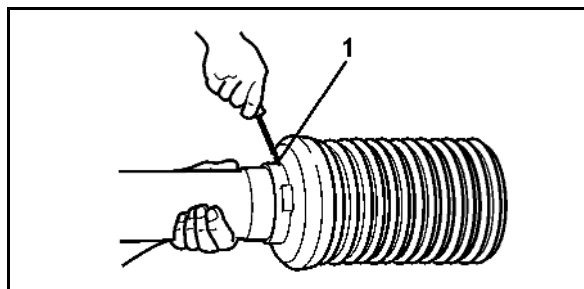

Fig. 57
3. Girar el embudo de protección (Fig. 57/1) a la posición de montaje.
4. Extraer la mitad del tubo protector (Fig. 57/3).